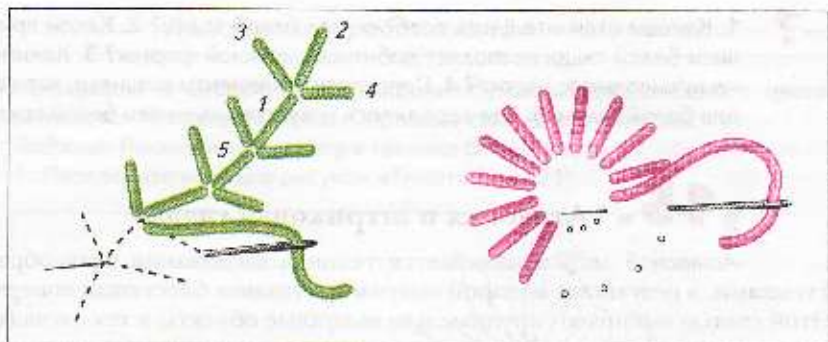

Рис. 24. Штриховая гладь: 1–5 — последовательность выполнения стежков
*Штриховая гладь* получила своё название оттого, что состоит из отдельных стежков-штрихов. Длина этих стежков может быть одинаковой (при создании геометрических мотивов) или самой разной (при вышивании восток хвои), но всегда не слишком большой, чтобы стежки не вытягивались (рис. 24).